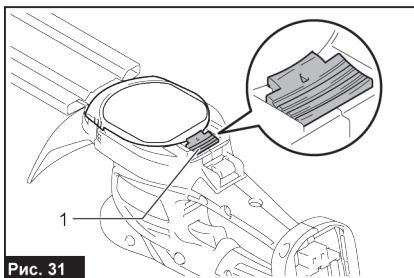

Рис. 31
10. Убедитесь, что рычаг блокировки входит в паз на нижней крышке (рис. 31).